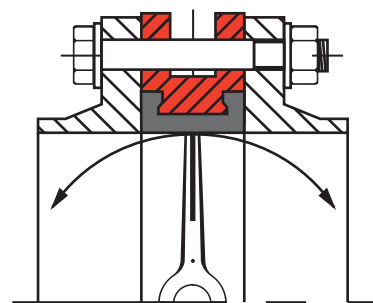

Рис. 3 (правильно)
3) Перед началом монтажа важно убедиться, что внутренний диаметр фланцев соответствует номинальному диаметру дискового поворотного затвора (Рис. 3).